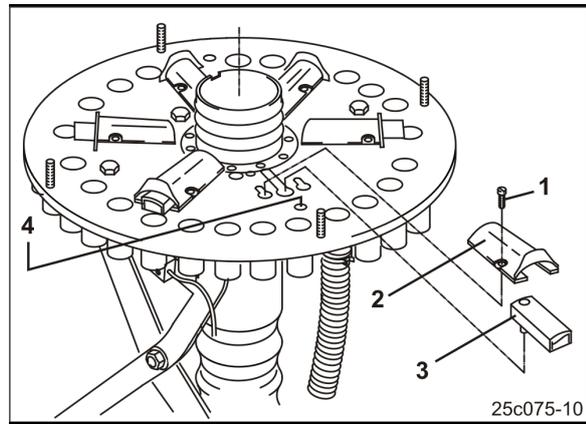

Fig. 133
Die Schieber (Fig. 133/2) bei Nichtgebrauch deaktivieren. Deaktivierte Schieber verschließen die Zuläufe zu den Fahrgassenscharen nicht.
5. Schrauben (Fig. 133/1) lösen.
6. Schiebertunnel (Fig. 133/2) entfernen.
7. Der Schieber (Fig. 133/3) steckt, wie dargestellt, in der Führung.
8. Schieber (Fig. 133/3) umdrehen und in die Bohrung (Fig. 133/4) stecken.
9. Schiebertunnel (Fig. 133/2) auf der Grundplatte anschrauben.